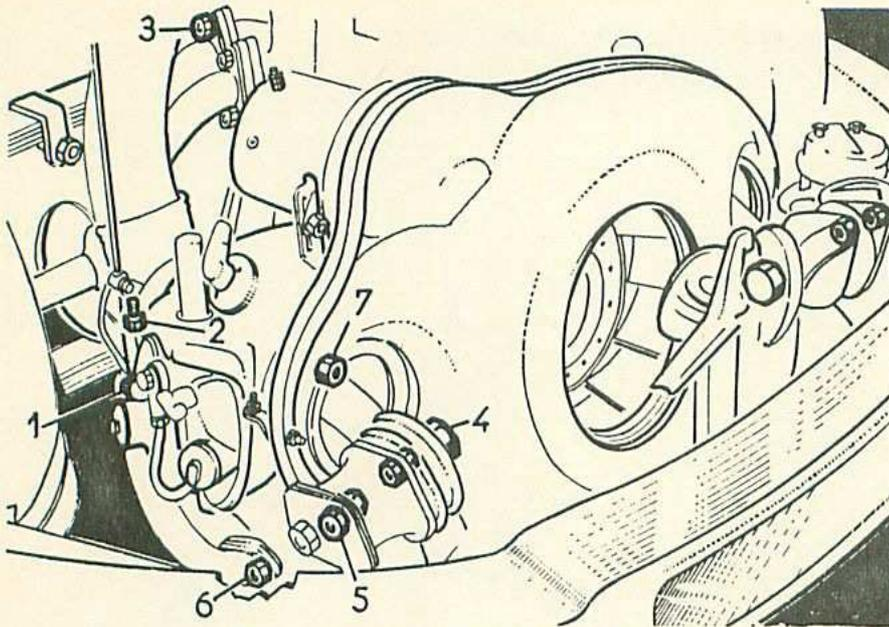
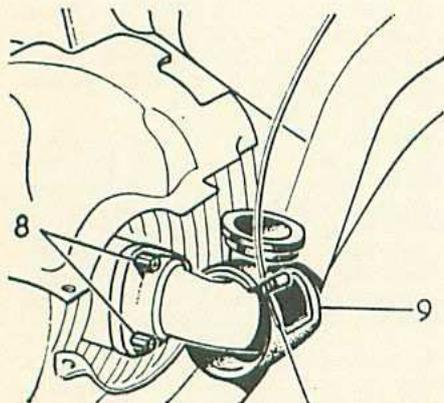

Fig. 12. — Dépose moteur (fixation à droite).
Fig. 13. — Prise de chauffage sur tubulure d'admission côté gauche.
- Sur chaque prise d'air de chauffage, desserrer la vis (1) (figure 12) fixant la tirette sur le demi-collier inférieur et dégager le câble. La gaine reste fixée sur le distributeur.
- Déposer de chaque côté les 3 écrous (2) fixant par l'intermédiaire des demi-colliers les prises d'air sur les tôles inférieures et supérieures des cylin-
dres. Repousser les prises d'air sur les tubulures d'admission (9) (fig. 13).
- Déposer, sur chaque cylindre, les 3 écrous (8) fixant la bride de tubulure d'admission et dégager la bride des goujons.
- Desserrer au maximum, sur chaque tube de réchauffage les 2 écrous (3) les fixant sur la tubulure centrale d'admission. Déposer, de chaque côté des tubulures d'échappement, les 2 écrous (6) fixant l'extrémité du tube de réchauffage.
- Placer une planche sous le carter moteur et, à l'aide d'un cric soulever légèrement le moteur pour amener les vis (4) dans la position qui permet de les dégager facilement.
• Bloquer les 4 écrous (6) à  $1,5 \pm 0,5$  m.kg, puis les écrous (3) fixant les tubes de réchauffage sur la tubulure centrale d'admission.
• Poser les prises d'air sur les tôles inférieures et supérieures des cylindres, et les fixer par des demi-colliers maintenus par les 3 écrous (2) (fig. 12). Fixer les tirettes de chauffage et de dégivrage sur les demi-colliers intérieurs (1).